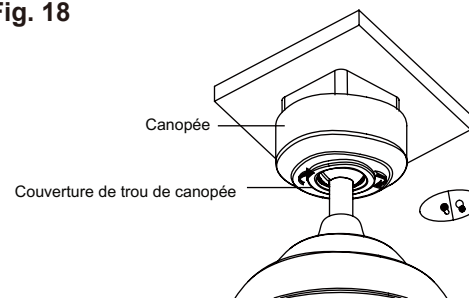

Fig. 19
Étape 3. Attachez et serrez solidement le couvercle du trou de la verrière sur les vis d'épaule dans le support de montage en utilisant la fonction de verrouillage de torsion de porte-clés. (Fig. 19)